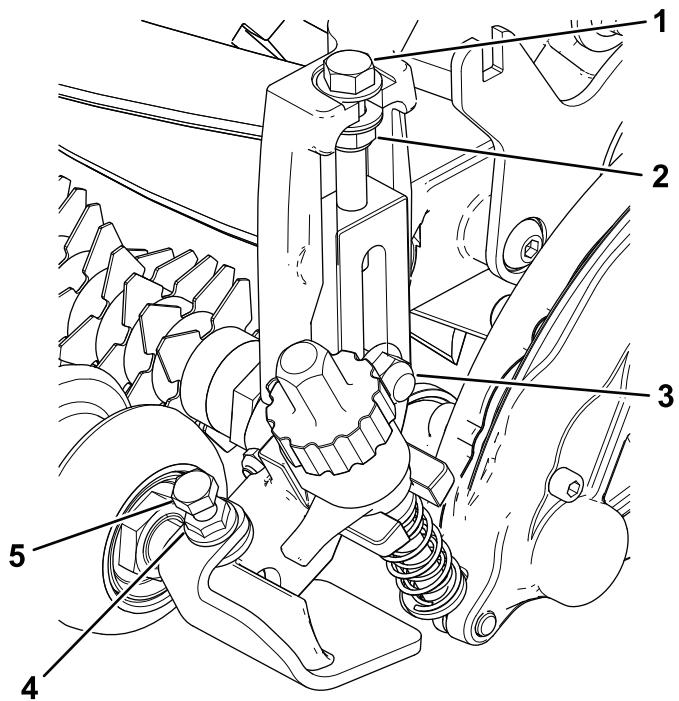

図 13
5. 刈高ブラケットアセンブリをサイドプレートに固定しているキャリッジボルトとロックナットを外す図 13。
6. 刈高調整ボルトについているロックナットを締めつけ、締め付け位置から  $\frac{1}{2}$  回転戻す図 13。
る図 13。